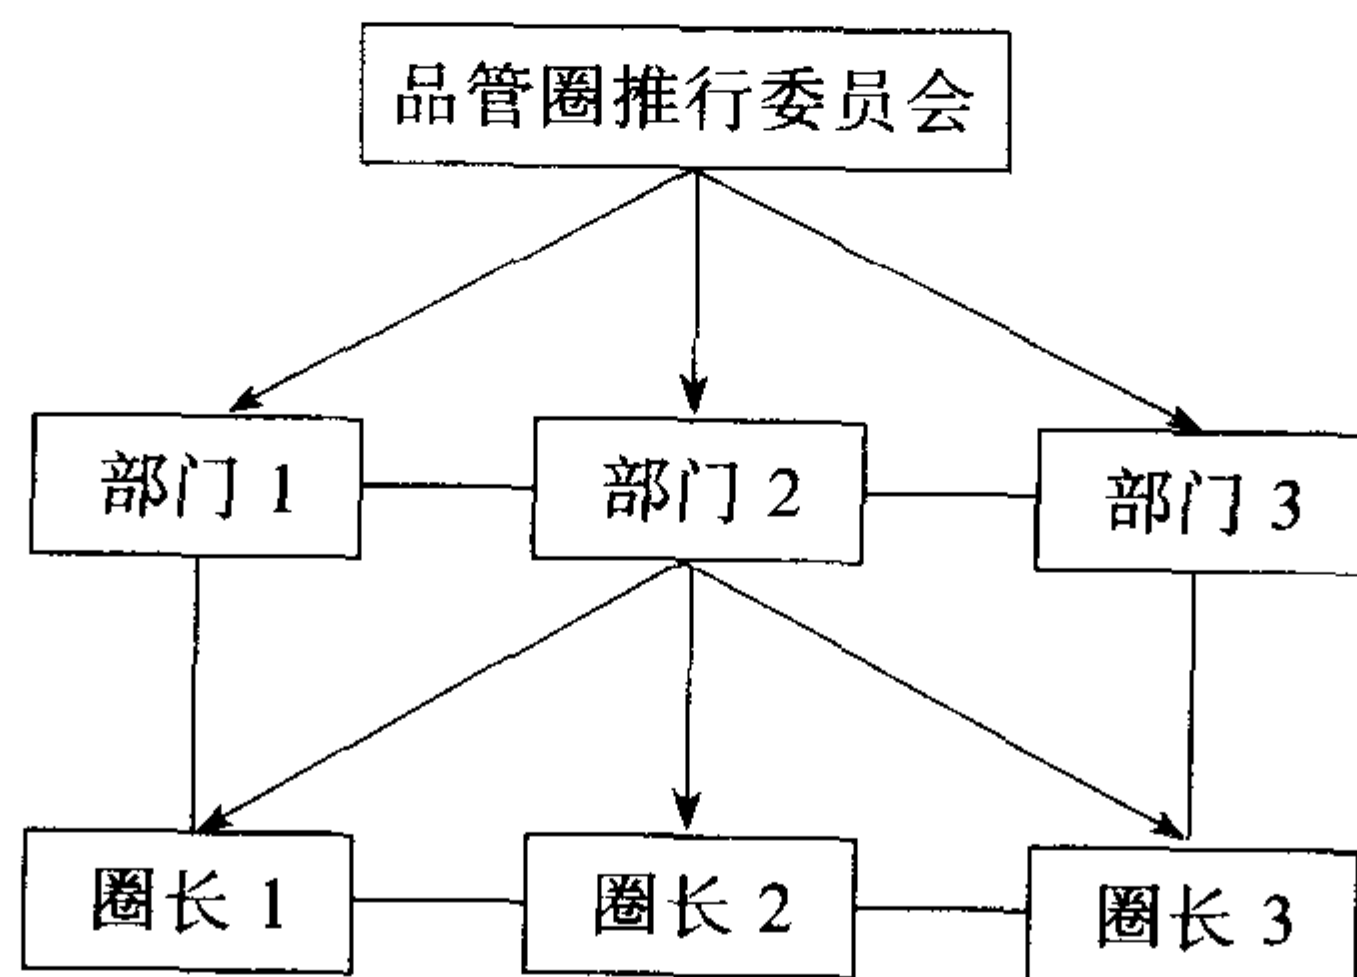

图 2-7
(3) 分工协作原则及精干高效原则。品管圈推进组织也要遵循分工协作原则，发扬团队协作精神，搞好横向和纵向协调工作。管理团队要精干高效，注重办事效率，如图 2-7 所示。今日事，今日毕，要脚踏实地地完成月度目标、季度目标和年度目标。